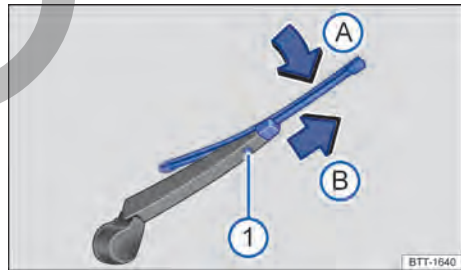

Fig. 161 Cambio de la escobilla limpiacristales de la luneta.
- Mantenga pulsada la tecla de desbloqueo → fig. 161 ①.
- Doble la escobilla en dirección al brazo del limpiacristales → fig. 161 (flecha A) y tire al mismo tiempo en el sentido de la flecha B. Es probable que tenga que emplear bastante fuerza.
- Inserte una escobilla nueva de la **misma longitud y tipo** en el brazo del limpiacristales en el sentido contrario al de la flecha → fig. 161 B hasta que encastre. Para ello la escobilla debe estar doblada → fig. 161 (flecha A).